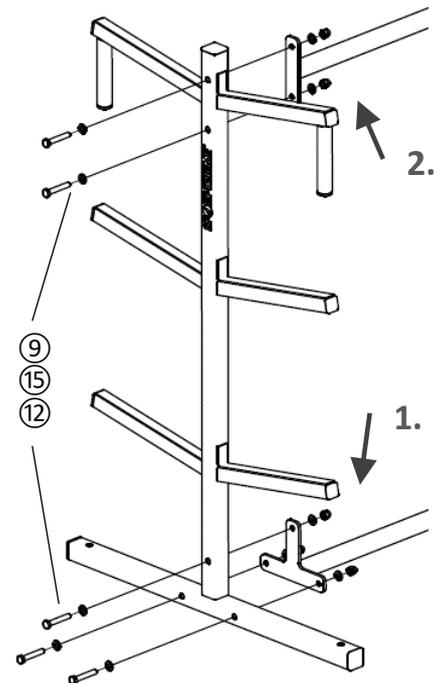

Abb. 3: Verbindung der Seitenteile mit den Mittelrohren
Verschrauben Sie das untere Mittelrohr bestehend aus ④ und ⑤ mit den beiden Seitenteilen ① (Abb. 3).